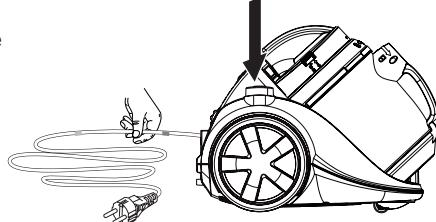

Figura 7
**!** Accompagnare il cavo durante l'avvolgimento. In caso contrario il cavo potrebbe aggrovigliarsi oppure la spina potrebbe urtare violentemente contro la parte posteriore dell'apparecchio. Prendere delicatamente la spina in mano vicino alla marcatura, e lasciarla sfilare tra le dita verso l'interno in modo controllato (vedere la figura 7).